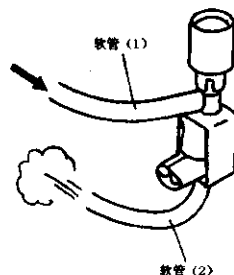

图 2-63 向软管吹气检查
③ 断开进气歧管和燃油压力调节器之间的真空软管。向软管(1)内吹气。如图 2-63 所示。